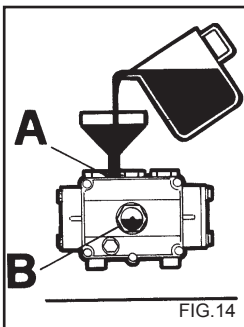

FIG.14
4) Avvitare il tappo di scarico ed introdurre l'olio dal foro superiore (fig. 14 A) fino al livello indicato sulla spia (fig. 14 B).